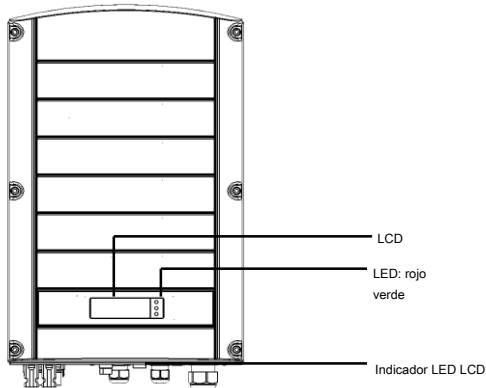

Figura 4: Vista frontal del inversor
- **LCD LED:** Tres LEDs indican los siguientes estados de los UPS (consulte la Figura 4)